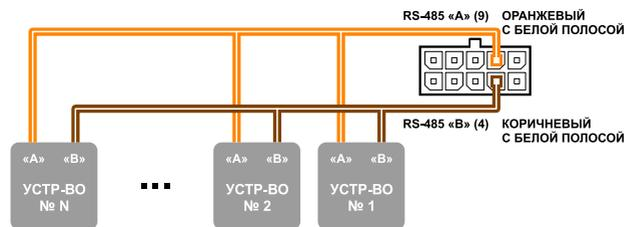

Рис.18. Схема подключения по шине RS-485.
2. Защитное реле (Рис.18) – устанавливается параллельно индуктивной нагрузке. При этом контакты защитного реле служат для замыкания входа контроллера на «плюс».